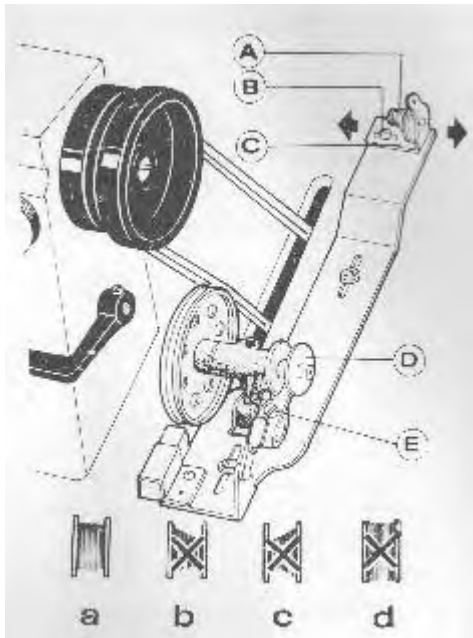

рис. 15
Шпульная нить должна быть намотана равномерно и плотно. Если нить намотана слабо, отрегулируйте поворотом регулятора натяжения нити (A) натяжной держатель моталки. Если нить намотана не аккуратно, передвиньте держатель так, чтобы отрегулировать натяжение. Сначала ослабьте винт B, затем переместите держатель влево или вправо, как показано на рис. 15b. Передвиньте натяжной держатель вправо, если на одну сторону шпульки наматывается больше нити, как показано на рис. 15с. Переместите натяжной держатель влево, пока нить не начнет наматываться равномерно, как показано на рис. 15, затем затяните винт B.